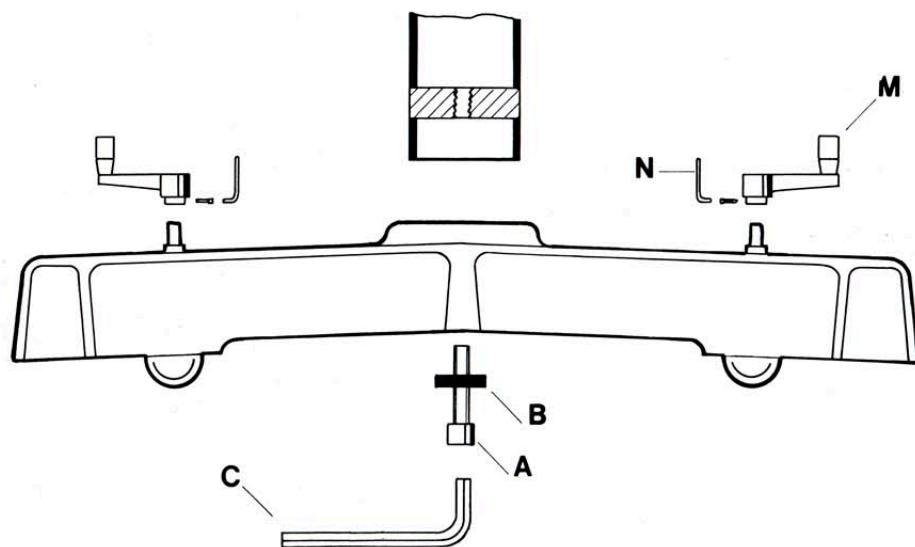

Fig. 1
C. Monteren van de voet aan de zuil (fig. 1)
D. Monteren van de handles (fig. 1)
C. Mounting the base to the column (fig. 1)
D. Mounting of the cranks (fig. 1)